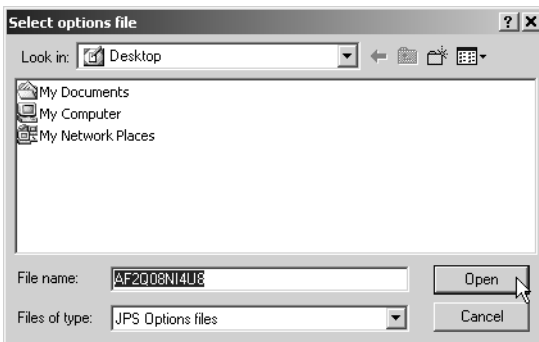

Figura 4-13. Carga de un OAF
3. Busque el nuevo OAF (Archivo de Autorización de Opción). Los OAFs tienen extensiones .jpo o .tpo y son únicos para cada receptor (Figura 4-13).
4. Seleccione el archivo correcto y haga clic en **Open** (Figura 4-13).